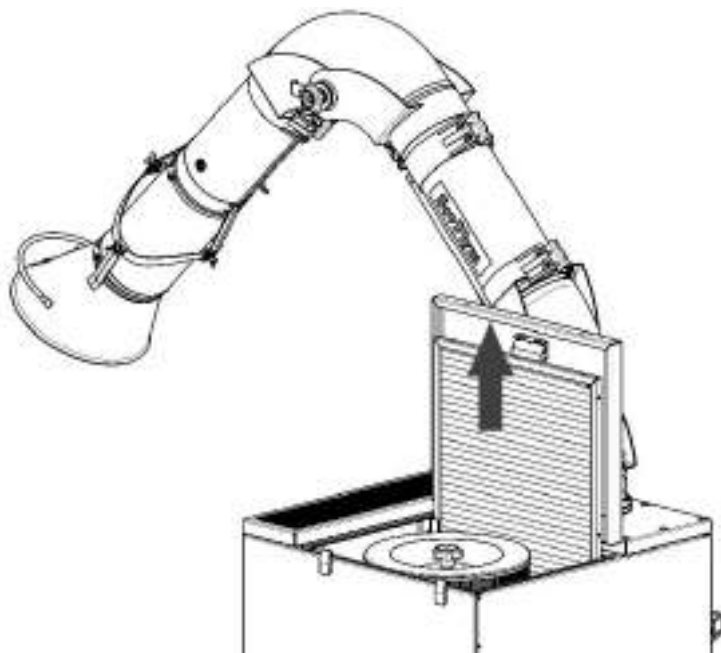

Рисунок 9
- 2) извлечь префильтр из фильтровальной камеры (рисунок 9);